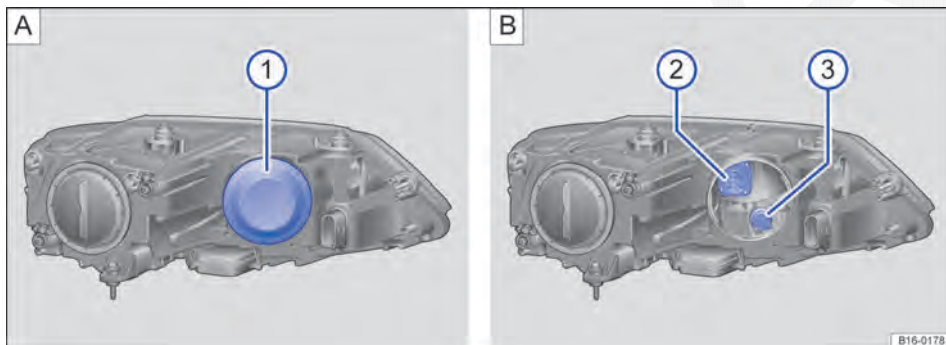

Fig. 234 No compartimento do motor: ① cobertura no farol dianteiro esquerdo, ② farol de conversão, ③ lanterna dos indicadores de direção.
3.	Remover a cobertura de borracha → Fig. 234 ① na parte traseira do farol.
4.	Girar o suporte da lâmpada ② ou ③ respectivamente até o batente no sentido anti-horário e retirar com a lâmpada incandescente para trás.
7.	Instalar a cobertura de borracha ①.